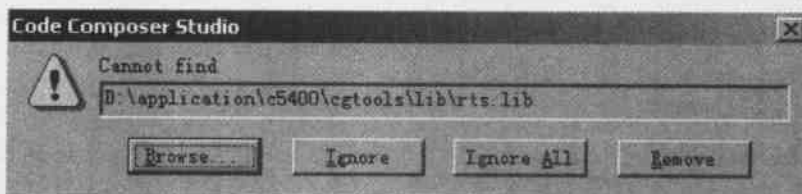

图 6.6 找不到库文件提示框
- (1) 在 D:\application\ccs\myprojects 下建立名为 Volumel 的文件夹。
- (2) 将 D:\application\ccs\tutorial\sim54xx\volumel 下面的所有文件复制到 D:\application\ccs\myprojects\Volumel 中。
- (3) 运行 Code Composer Studio,启动 Simulator。
- (4) 在 Project 菜单中选择 Open 命令,打开工程文件 volumel.pjt。这时将出现如图 6.6 所示的找不到库文件 D:\application\c5400\cgtools\lib\rts.lib 的提示,原因在于工程文件 volumel.pjt 已经被移动到 D:\application\ccs\myprojects\ Volumel 中了。单击 Browse 按钮,在 D:\application\c5400\cgtools\lib\rts.lib 下选取 rts.lib 即可。